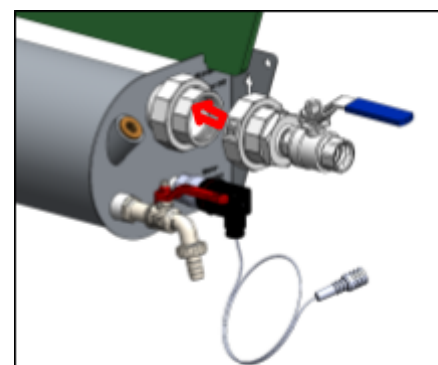

Abbildung 10.
- o Positionieren Sie den Kugelhahn so, dass der Griff in geöffneter Stellung vom Mischbehälter weg zeigt. Siehe Abbildung 10.